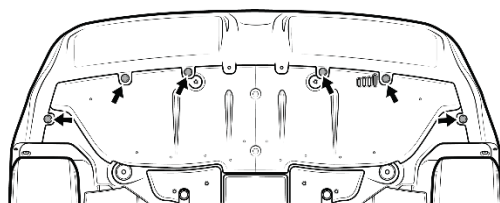

Fig. 16-3
- (g) Remettre en place les 6 goupilles-poussoirs du dessous du véhicule. (Fig. 16-3)